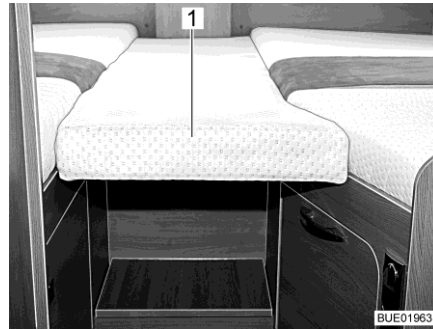
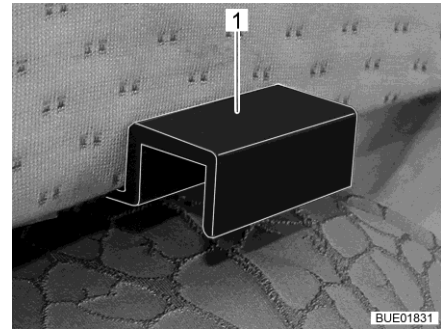

Fig. 167 Coussin supplémentaire
Fig. 168 Fixation du coussin supplémentaire
- Accrocher le coussin supplémentaire (Fig. 167,1) avec les fixations (Fig. 168,1) dans les caches des lits simples de manière à ce qu'il se forme un couchette complète.